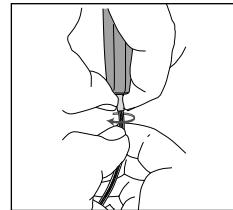

Fig. 7
6. Vrid den ytterre teflonkabeln från den svängbara kontakten på satellitens undersida. Placer sviven i ena handen mellan tummen och pekfingret och den ytterre teflonkabeln i den andra handen mellan tummen och pekfingret och skruva loss (moturs) den ytterre kabeln från svivelanslutningen (**se fig. 7**). Dra ut den inre kabeln utåt genom sviven.